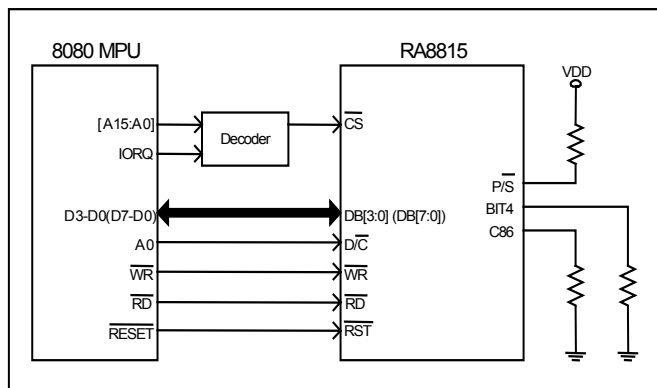

图 4-1 : 8080 MPU 8/4 位硬件设定方式
1. 8080 MPU (8 位与 4 位数据传输宽度) 并列连接界面，如图 4-1。